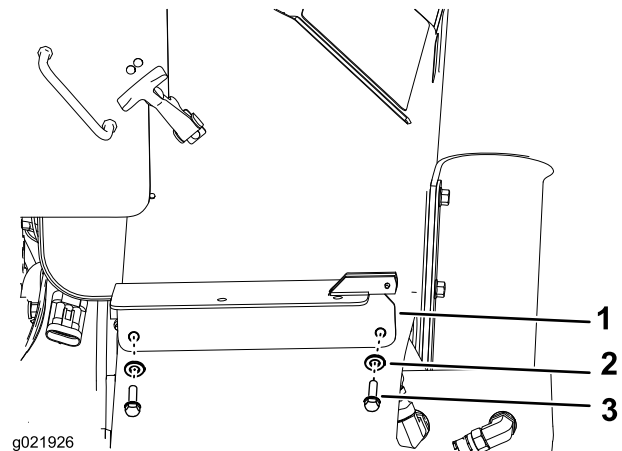

Figura 8
3. Instale el soporte y sujételo con las 2 tuercas (3/8 pulgada), las 2 arandelas (3/8 pulgada) y los 2 pernos (3/8 pulgada) (Figura 8); apriete a 38–43 Nm (28–32 pies-libra).